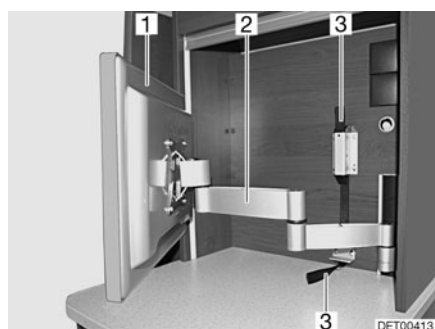

Fig. 90 Ecran plat à bras articulé
- Tirer sur le ruban textile (Fig. 90,3) pour déverrouiller le bras articulé (Fig. 90,2).
- Faire pivoter l'écran plat (Fig. 90,1) dans la position désirée.